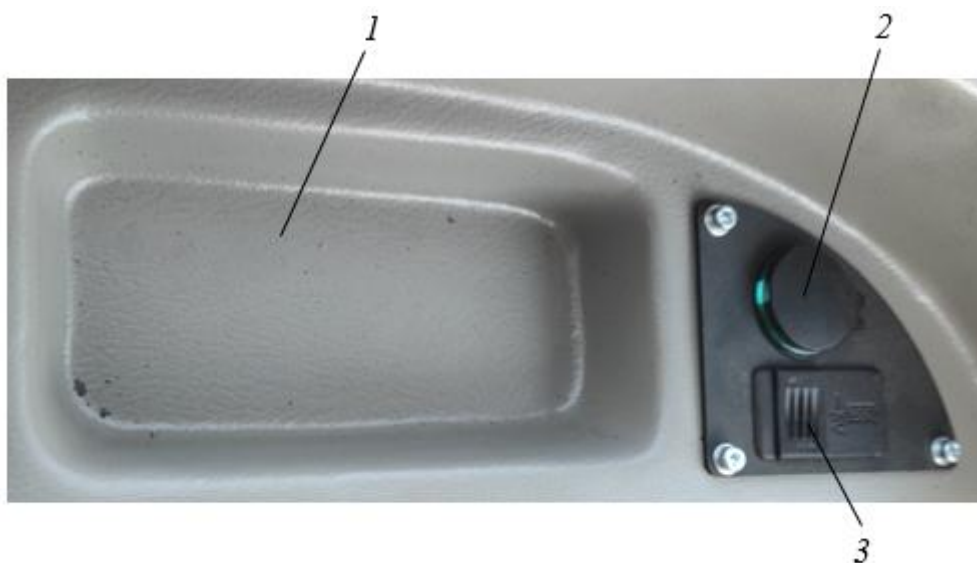

Рисунок 3.23. Лоток для хранения и силовые розетки
- Лоток для мелочей, см. рис. 3.23;
- Силовые розетки (12 В, USB), см. рис. 3.23;